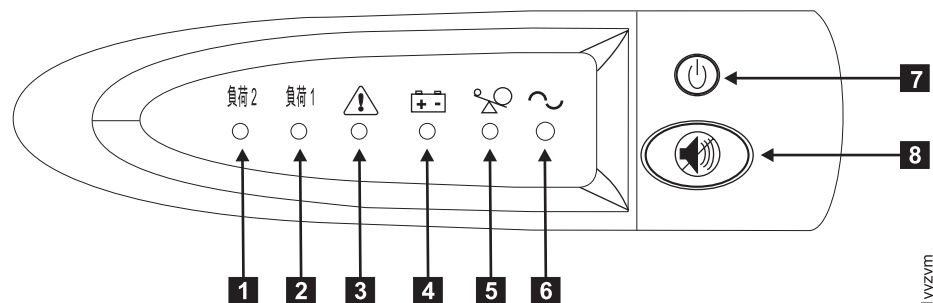

図 35. 2145 UPS-1U のフロント・パネル・アセンブリー
8. オン/オフ・ボタン (図 35 の **7**) を約 5 秒間押したままにします。オン/オフ・ボタンを押すのに、先が尖った道具 (ねじ回しなど) を使用する必要があります。2145 UPS-1Uが自己診断テストを行う間、フロント・パネル・インディケータは始動シーケンスを循環します。